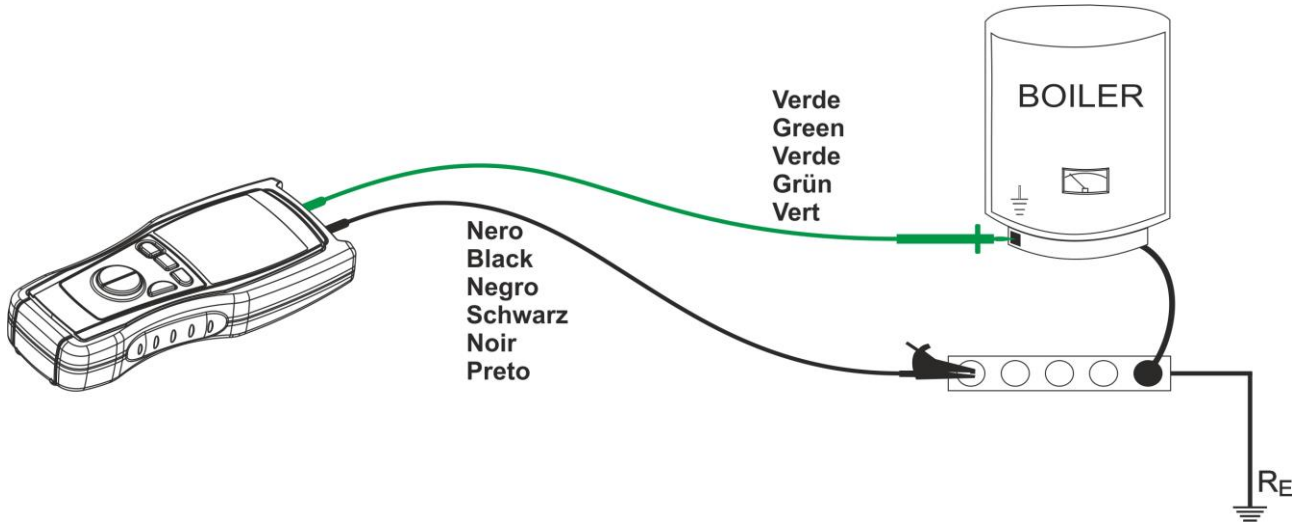

Fig. 9: Connessione dei terminali dello strumento
7. Collegare i terminali dello strumento ai capi del conduttore di cui si desidera effettuare la prova di continuità (vedere Fig. 9)